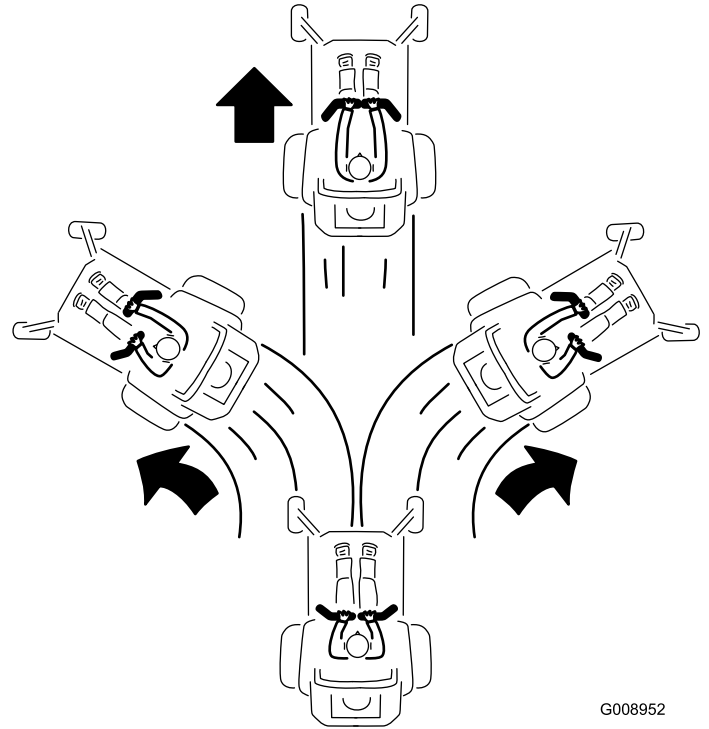

Figura 21
3. Para andar para a frente empurre as alavancas de controlo do movimento para a frente (Figura 21).